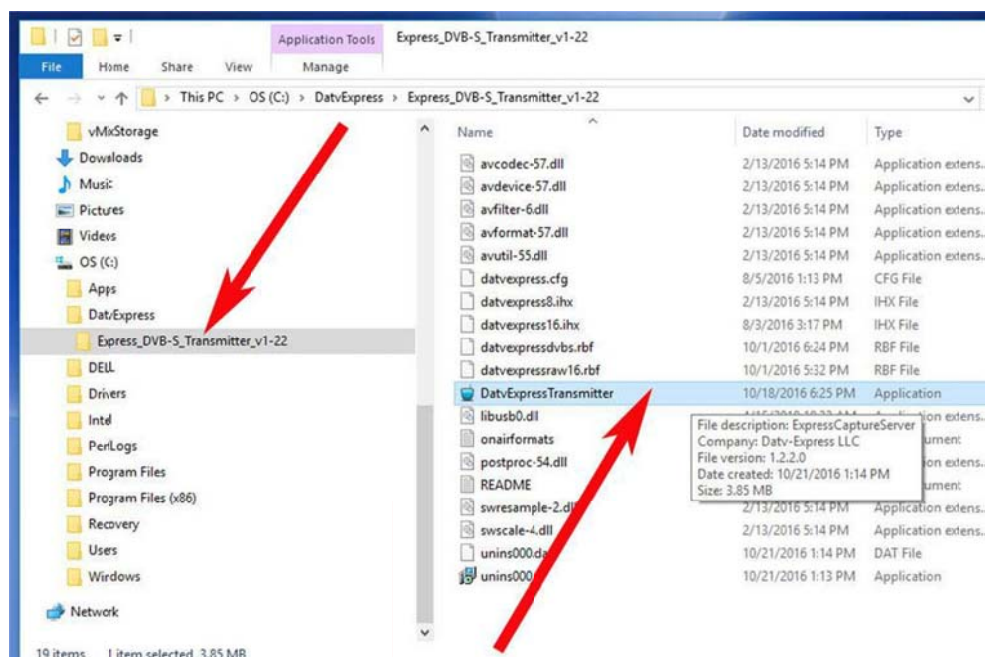

Figure 10 - devrait être autorisé SET UP.EXE par défaut à l'installation du logiciel dans un répertoire appelé DatvExpress (voir flèche gauche)
- Lorsque SETUP.EXE est terminée, le répertoire racine de Windows devrait ressembler Figure 10 avec un dossier ROOT-répertoire appelé DatvExpress contenant le dossier du logiciel qui est nommé Express-DVB-S_Transmitter.
- Le nouveau fichier EXE pour le logiciel Express_DVB_Transmitter est le fichier nommé « DatvExpressTransmitter.exe » (voir flèche droite dans Figure 10).